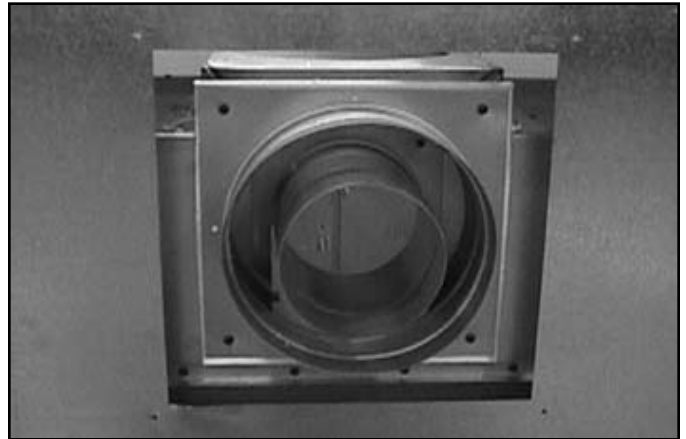

Figura 7.10 Coloque el collarín exterior en la parte trasera del aparato
- Coloque el collarín exterior en la parte trasera del aparato y asegúrelo con cuatro tornillos. Vea la figura 7.10. ¡Asegúrese de que la base del collarín tenga aislamiento!